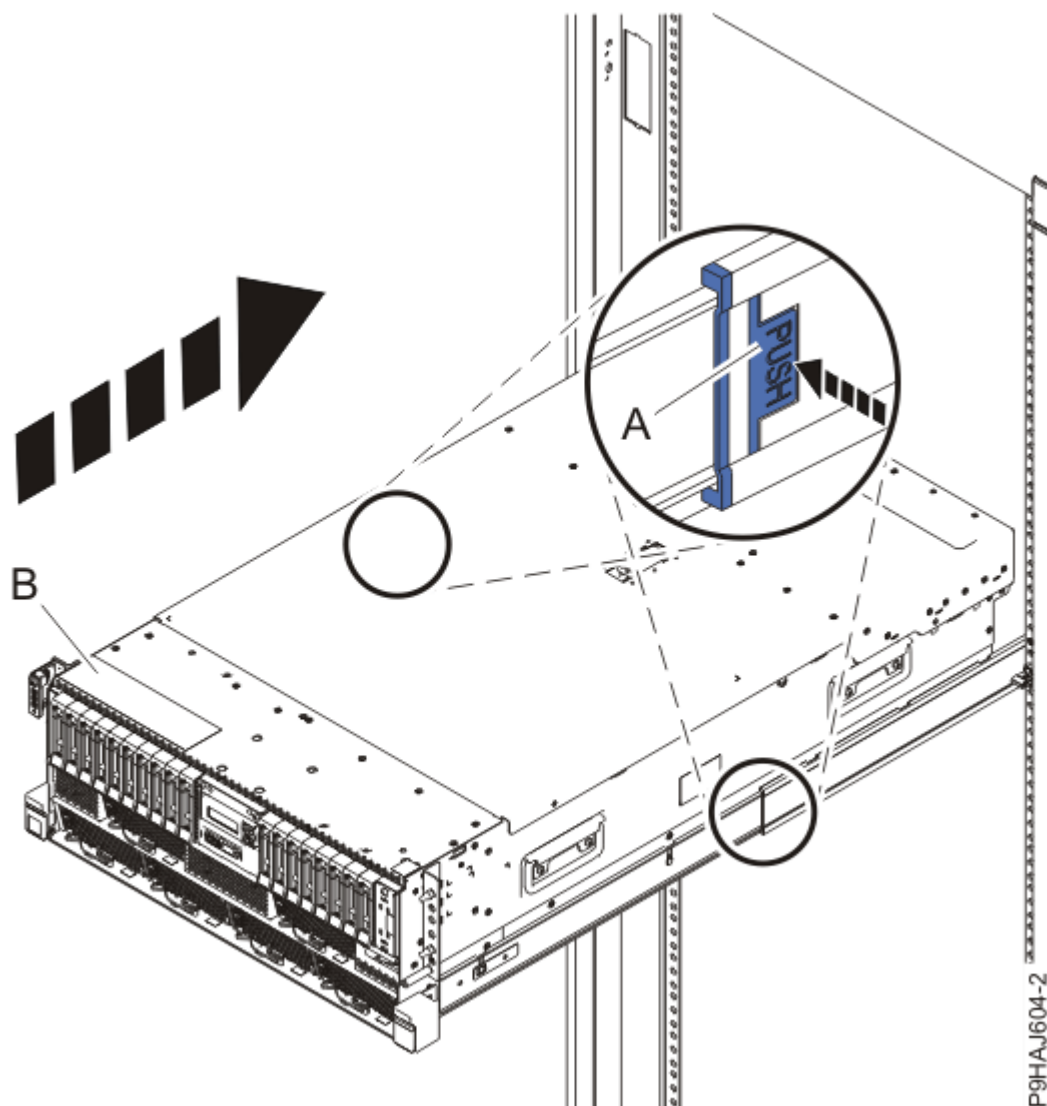

図 16. システムの操作位置への設置
3. ラック・マウント型システムの場合、青色のレール安全ラッチ (A) を、19 ページの図 16 に示されているように内側に押してアンロックします。